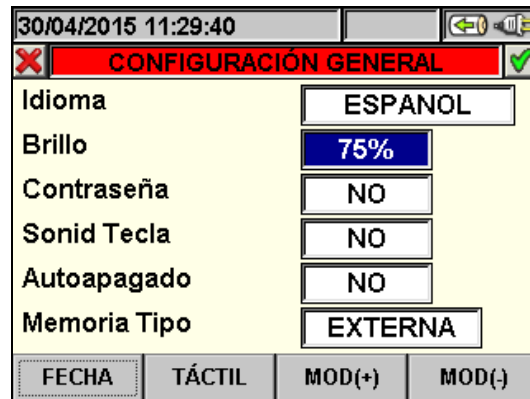

Fig. 11: Pantalla regulación brillo del visualizador
1. Posicione el cursor con las teclas flecha arriba o abajo sobre el campo correspondiente a la función “Brillo” marcado sobre fondo azul, (vea Fig. 11):